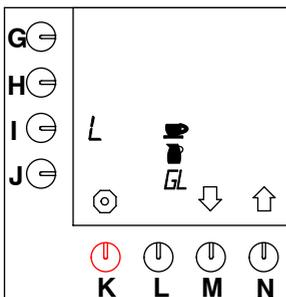

Fig. 31 Unità da selezionare
- È possibile scegliere una delle seguenti unità: Litro = L, gallone = G (= 3,7853 l), bricco, tazza; vedere fig. 31 ).